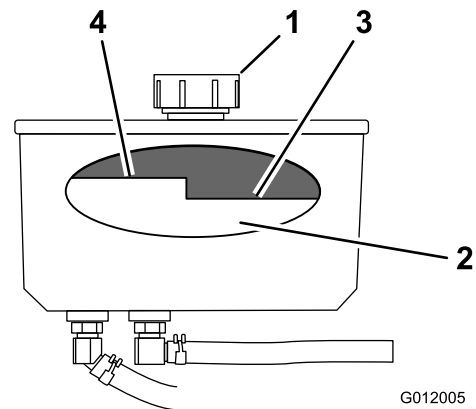

図 73
4. 油圧オイルタンクの注油口周辺をきれいに拭く（図 73）。
5. 給油口からキャップを取る（図 73）。
注 オイルが暖かいとき、高温時FULLレベルの下まであれば適正である（図 73）。